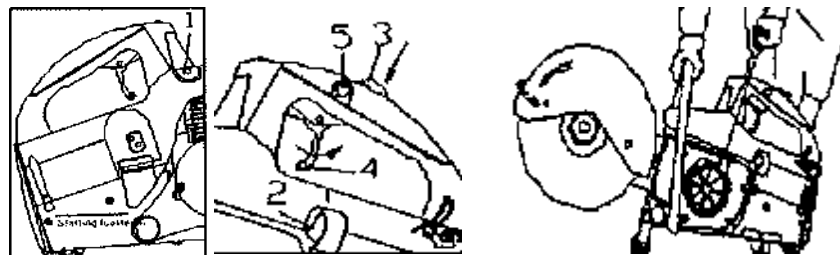

Рисунок 3
### 2.1. ПУСК ДВИГАТЕЛЯ (СМ. РИС. 3)
- Как только двигатель успешно запустится, сразу же на короткое время нажмите курок дроссельной заслонки (4). Кнопка блокировки триггера полного газа (5) возвращается в исходное положение, и двигатель работает на холостом ходу.
- Если двигатель не запускается, сначала проверьте, уровень заправки (см. рис. 3), в противном случае заполните бак и попробуйте снова.